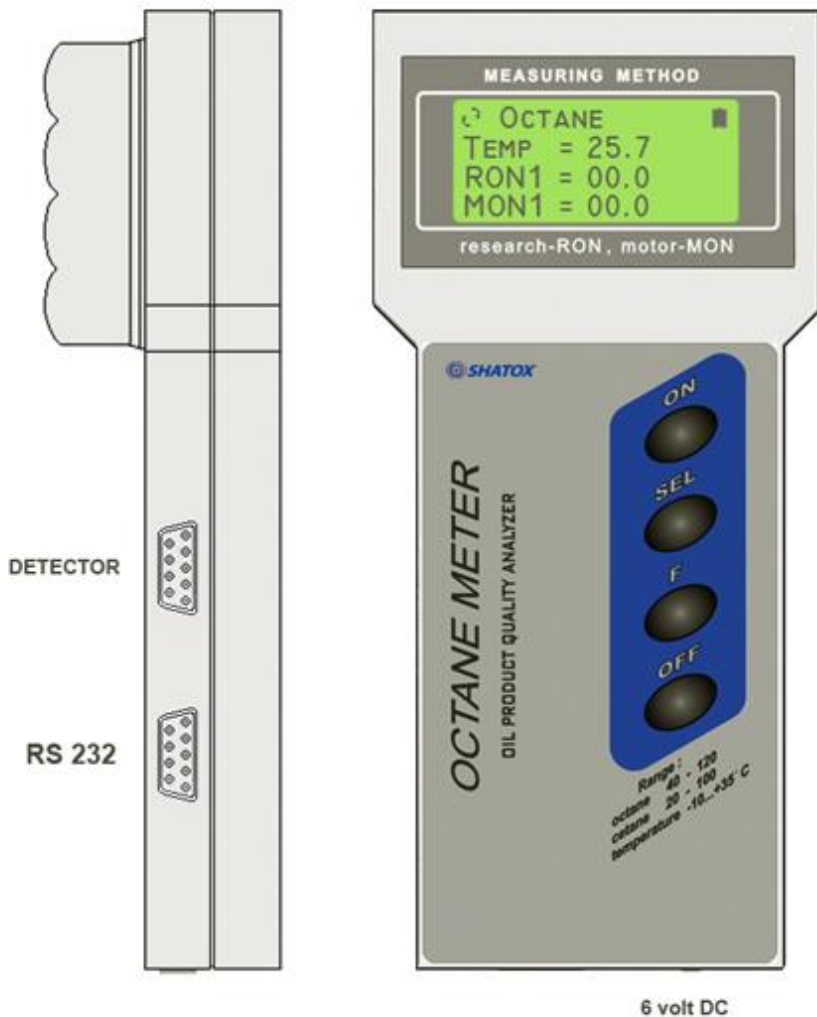

Рис.2. Внешний вид ОКТАНОМЕТРА (электронный блок)
2.3.4. Электронный вычислительный блок обрабатывает сигнал датчика, производит все необходимые вычисления, а также непрерывно тестирует состояние основных функциональных узлов октанометра. Внешний вид электронного вычислительного блока представлен на рис.2.